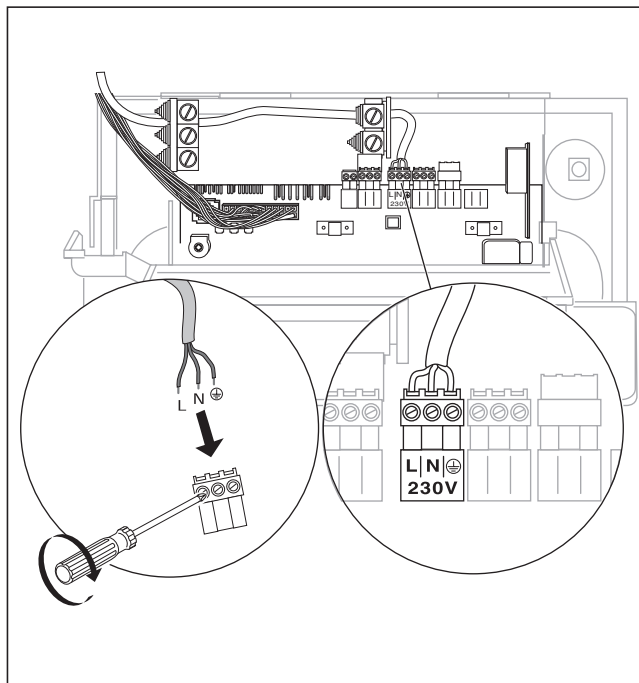

Fig. 4.4 Branșarea cablului de rețea
Cazanele cu gaz Vaillant sunt dotate cu sistemul de fișe Pro E pentru facilitarea instalării părții electrice și sunt cablate până la faza de branșare imediată. Cablurile de rețea și celelalte cabluri de conectare (de ex. pompa de circulație etc.) pot fi legate la fiecare fișă a sistemului Pro E special prevăzută (vezi fig. 4.4). Cablurile de rețea și cele de tensiune scăzută (de ex. conductorii senzorialor) vor fi pozate cu distanțare reciprocă.
- Conectați fix cablul de rețea la fișa Pro E (vezi fig. 4.4 și 4.5).